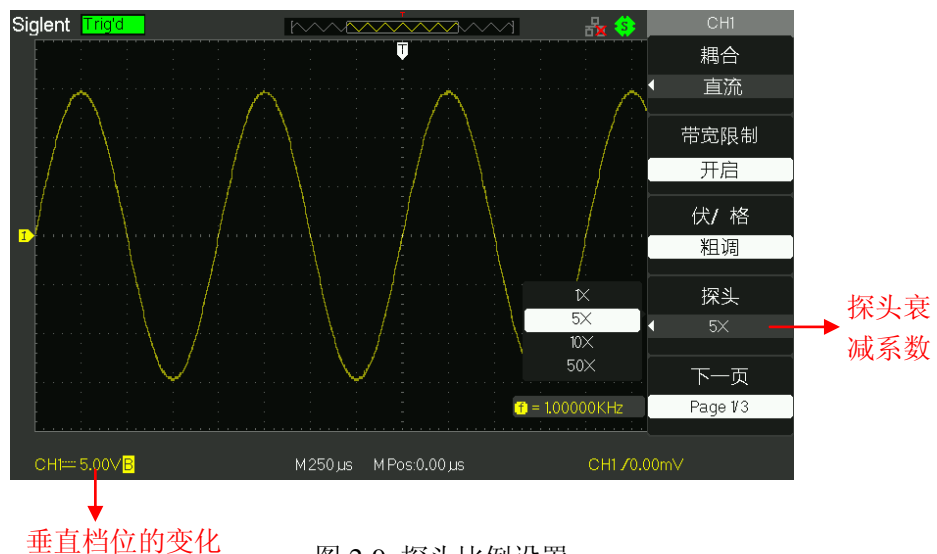

图 2-9 探头比例设置
- 按【1】选择“探头”为【100X】。如图 2-9 所示：